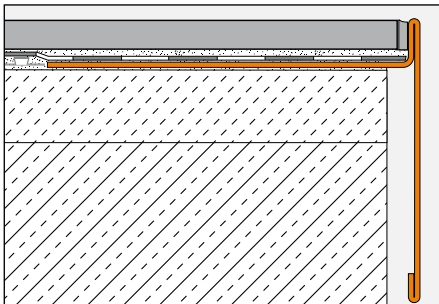
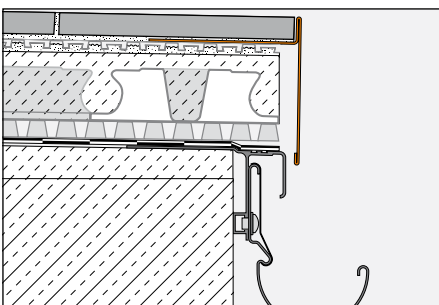

Fig. 4
Fig. 5
Procedimiento para la colocación permanente en combinación con un revestimiento cerámico con BARA-RT (fig. 4 y 5)
- El perfil BARA-RT se debe instalar incrustando el ala de fijación con perforaciones trapezoidales en la capa de contacto de adhesivo de capa fina, aplicada sobre el borde del solado (fig. 4), o en la lámina de drenaje Schlüter-DITRA-DRAIN (fig. 5) previamente instalada, y cubriéndola completamente.